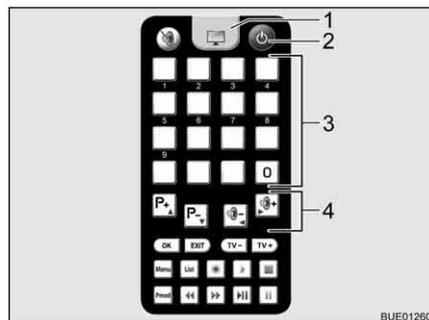

Bild 25 Fernbedienung Fernsehgerät
- Auf der Fernbedienung für das Fernsehgerät Taste "⏻" (Bild 25,2) drücken. Die Anlage geht in den Suchmodus. Ein Dauerton ertönt.
- Zum Umschalten auf Fernsehempfang auf der Fernbedienung für das Fernsehgerät die Fernsehtaste (Bild 25,1) drücken. Der Signalton endet. Ein Bild erscheint auf dem Bildschirm.
- Über die Speichertasten (Bild 25,3) auf der Fernbedienung für das Fernsehgerät oder über die Funktionstasten (Bild 25,4) den gewünschten Sender wählen.